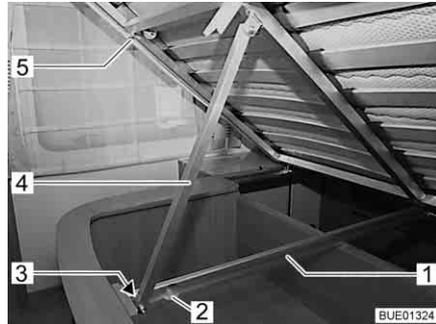

Fig. 110 Cama fija
- Levantar el somier (Fig. 110,5) y empujarlo hacia arriba hasta que el apoyo (Fig. 110,4) se desplace por el riel guía (Fig. 110,1) hasta el final (Fig. 110).
- Levantar el somier (Fig. 110,5) y empujar el apoyo (Fig. 110,4) por el extremo inferior hacia atrás. Al hacerlo, prestar atención a que la ruedecilla (Fig. 110,3) del extremo del apoyo no se salga por la abertura de extracción (Fig. 110,2) del riel guía (Fig. 110,1).